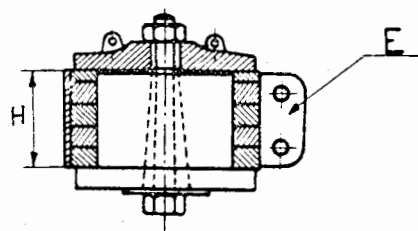

FIG. 282
- Prendre les anneaux segments et les empiler sur le corps jusqu'à ce que l'épaisseur H des segments dépasse de 1 mm. 5 la hauteur du corps (*fig. 282*). Serrer les segments sur leur périphérie à l'aide d'un anneau E et sur leur épaisseur à l'aide d'un couvercle que l'on serre au corps par un boulon. Les segments portent ainsi sur la partie cylindrique du piston et sur leur champ. Enlever l'anneau E et monter le piston sur le tour. Les segments sont aisément tournés à l'outil.